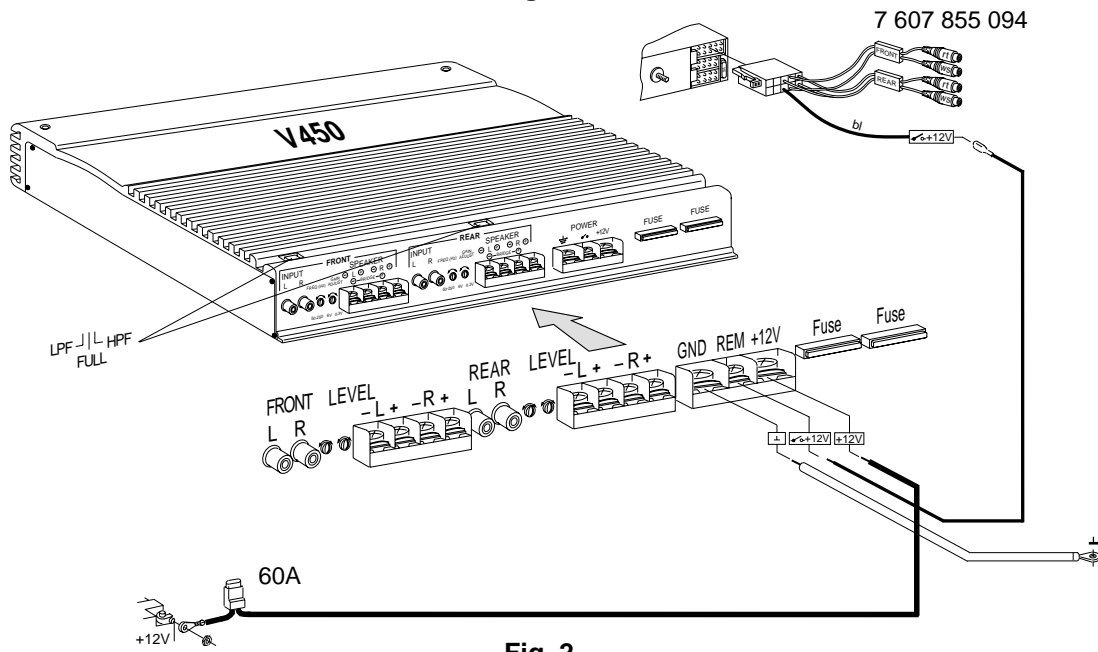

Fig. 2
- Conexión del suministro de tensión ..... Fig. 2
Ligação do abastecimento de tensão ..... Fig. 2